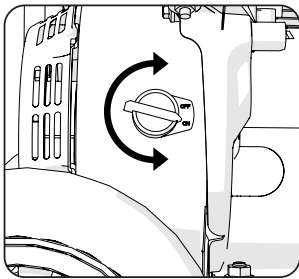

Fig. 13
- Girare l'interruttore di avviamento motore portandolo in posizione ON. (Fig. 13)